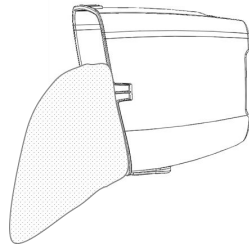

Figura 7
16. Para vaciar el depósito (consulte la figura 7):